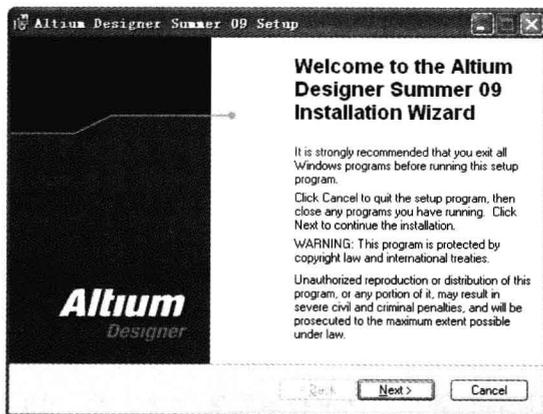

图 1-1 安装向导窗口
(1) 在 Windows XP 操作系统下，将 Altium Designer 安装盘放入光驱，光盘自动运行后弹出安装向导窗口，如图 1-1 所示。如果光盘未自动运行，则可直接单击安装盘中 Setup 文件夹中的“setup.exe”安装应用程序，就会弹出如图 1-1 所示的安装向导窗口。